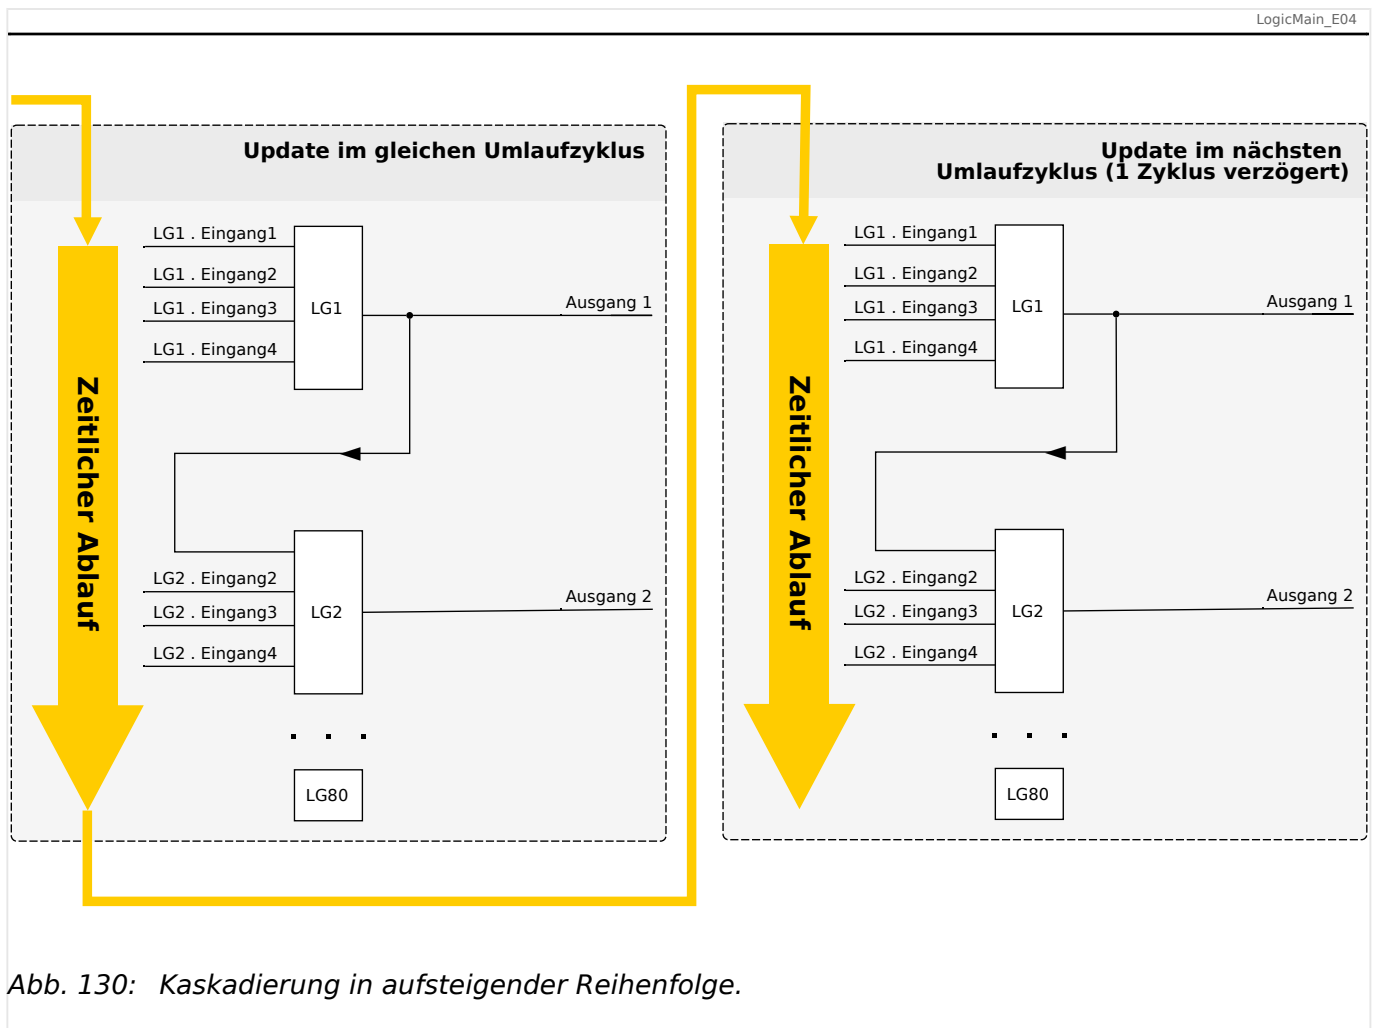
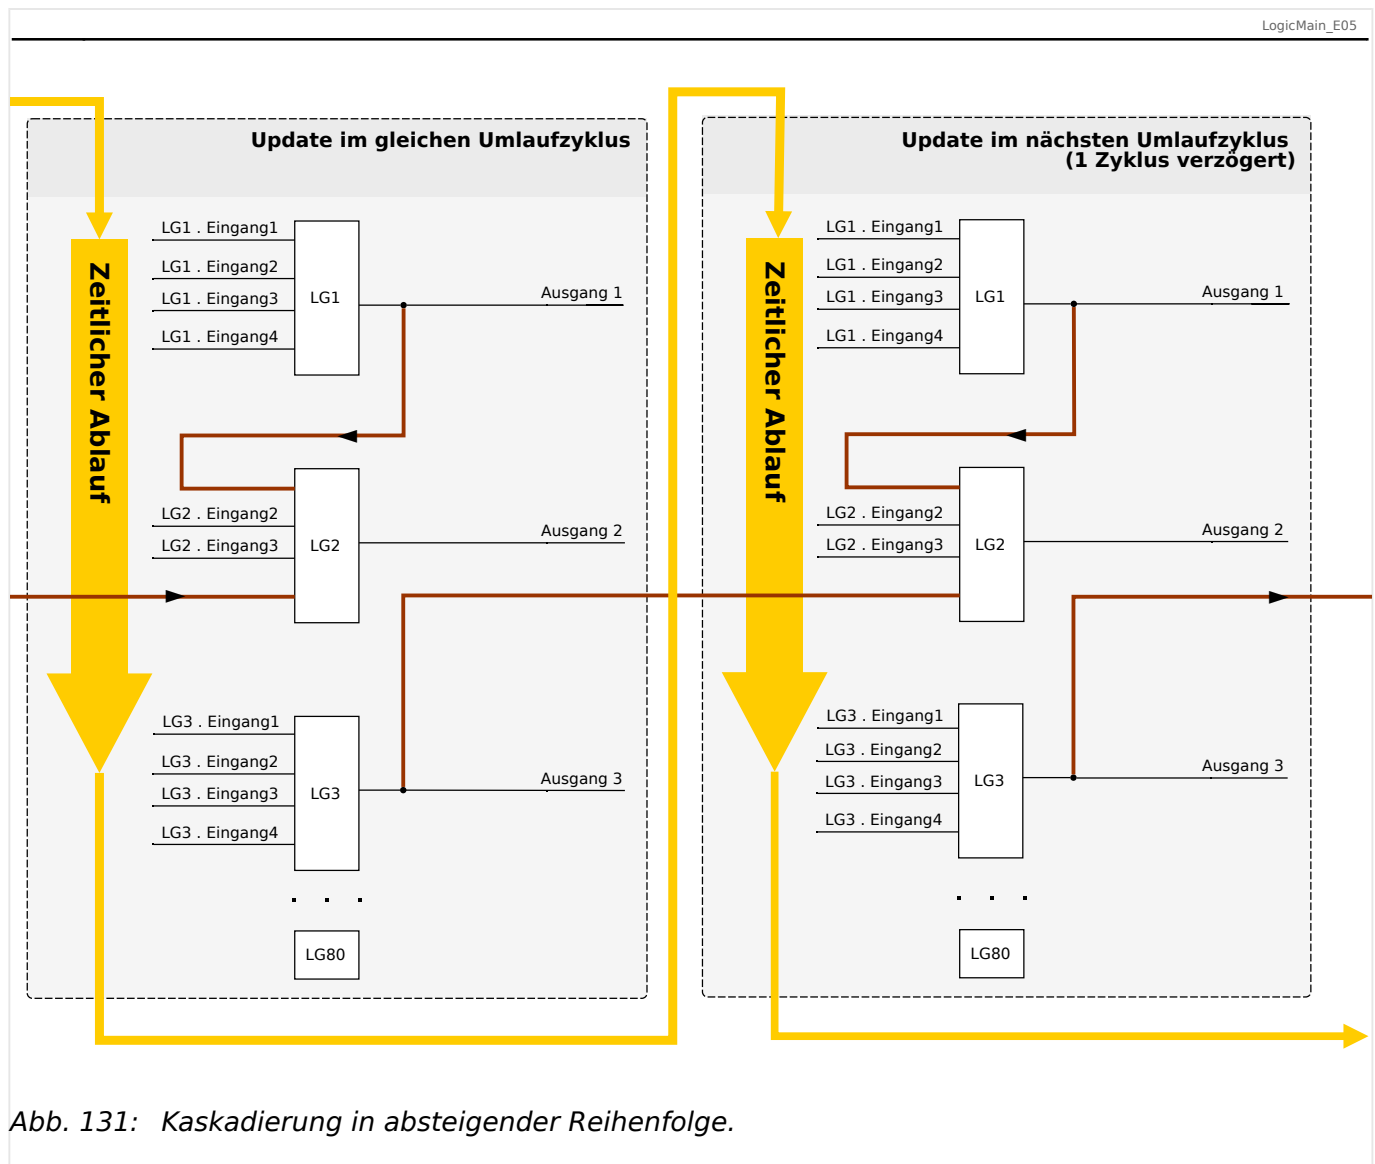

Abb. 130: Kaskadierung in aufsteigender Reihenfolge.
Abb. 131: Kaskadierung in absteigender Reihenfolge.
- Kaskadierung in **aufsteigender** Reihenfolge bedeutet, dass der Ausgang einer Logikgleichung auf den Eingang einer Logikgleichung mit **höherer** Nummer rangiert wird. Das Diagramm  Abb. 130 weiter unten zeigt ein Beispiel, bei dem der Ausgang von LG1 auf einen Eingang von LG2 rangiert wird.
- Kaskadierung in **absteigender** Reihenfolge bedeutet, dass der Ausgang einer Logikgleichung auf den Eingang einer Logikgleichung mit **niedrigerer** Nummer rangiert wird. Das Diagramm  Abb. 131 zeigt ein Beispiel, bei dem der Ausgang von LG3 auf einen Eingang von LG2 rangiert wird.
Bei der Konfiguration des Schutzgerätes bestehen keinerlei Einschränkungen oder Unterschiede zwischen aufsteigender und absteigender Reihenfolge. Da allerdings während der Laufzeit des MRMV4 die Logikgleichungen in aufsteigender Reihenfolge ausgewertet werden, haben die resultierenden Ausgangswerte, die am Eingang der Logikgleichung anstehen, ein unterschiedliches „Alter“, wie in  Abb. 130 und  Abb. 131 veranschaulicht wird.
Das in Abb. 131 gezeigte Beispiel zeigt eine Konfiguration von „Logikgleichung 2“, die den Ausgang von zwei weiteren Logikgleichungen, „Logikgleichung 1“ und „Logikgleichung 3“, als Eingangszustände verwendet. Hierbei ist der Ausgang von „Logikgleichung 1“ in aufsteigender Reihenfolge verwendet, sodass der Wert in jeweils demselben Prozesszyklus ermittelt wird. Der Ausgang von „Logikgleichung 3“ wird in absteigender Reihenfolge verwendet, sodass der Wert in dem jeweils vorherigen Prozesszyklus ermittelt wurde.